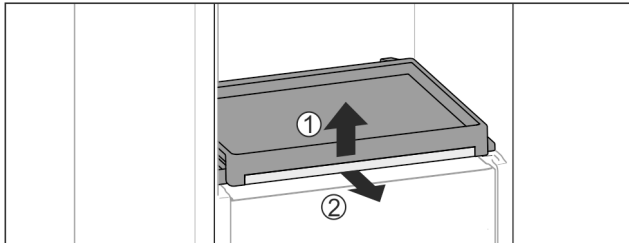

Fig. 39
- ▶ Вынуть выдвижную панель со стеклянной панелью: Слегка приподнимите спереди стеклянную полку Fig. 39 (1) и потяните вперед Fig. 39 (2).